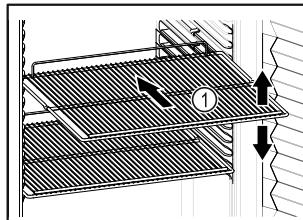

Fig. 58 Приближене відображення зберігання
- ❑ Якщо решітки для зберігання Fig. 58 (1) знімні, відрегулювати по висоті.